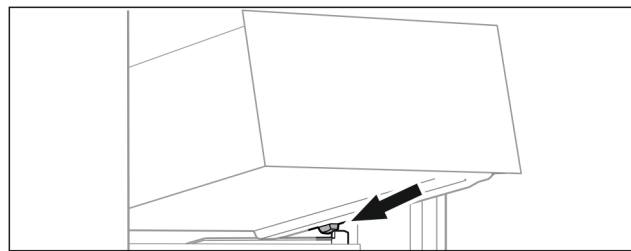

Fig. 14
- ▶ Założyć szufladę pod skosem za stoperami na żebro pojemnika Fig. 14 ().